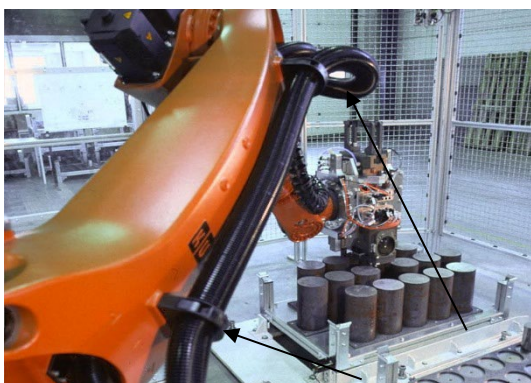

Abbildung 3
- Bei speziellen Einsätzen, die grenzwertig am Biegeradius erfolgen bzw. bei starken dynamischen Bewegungen des Industrieroboters, sollten die Heißeimschläuche mit Schlauchschutzfedern o.ä. geschützt werden (siehe Abbildung 3 und 4).